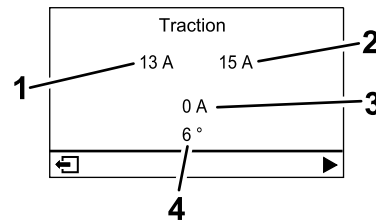

Figura 28
- **Pantalla de motor de tracción (Figura 28):** muestra el ángulo de dirección actual y el amperaje asignado a cada motor de tracción.